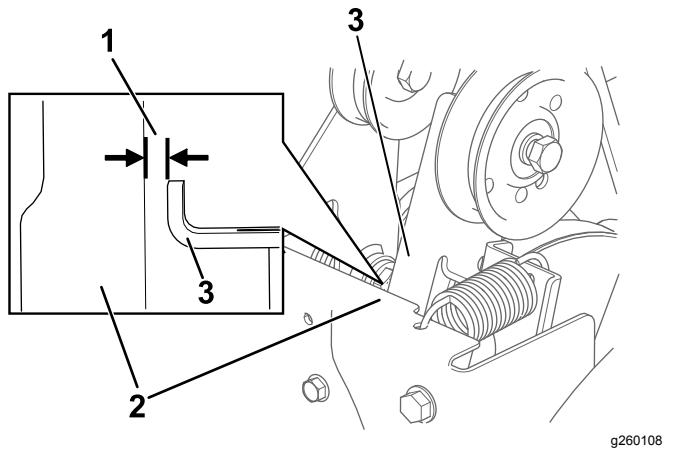

Bild 36
3. Kuppeln Sie den Räumwerk- bzw. Antriebsradhebel aus und stellen Sie sicher, dass der Abstand zwischen dem Schneckenkopplungsarm und dem Rahmen der Maschine 1,5 mm beträgt, wie in Bild 36 dargestellt.